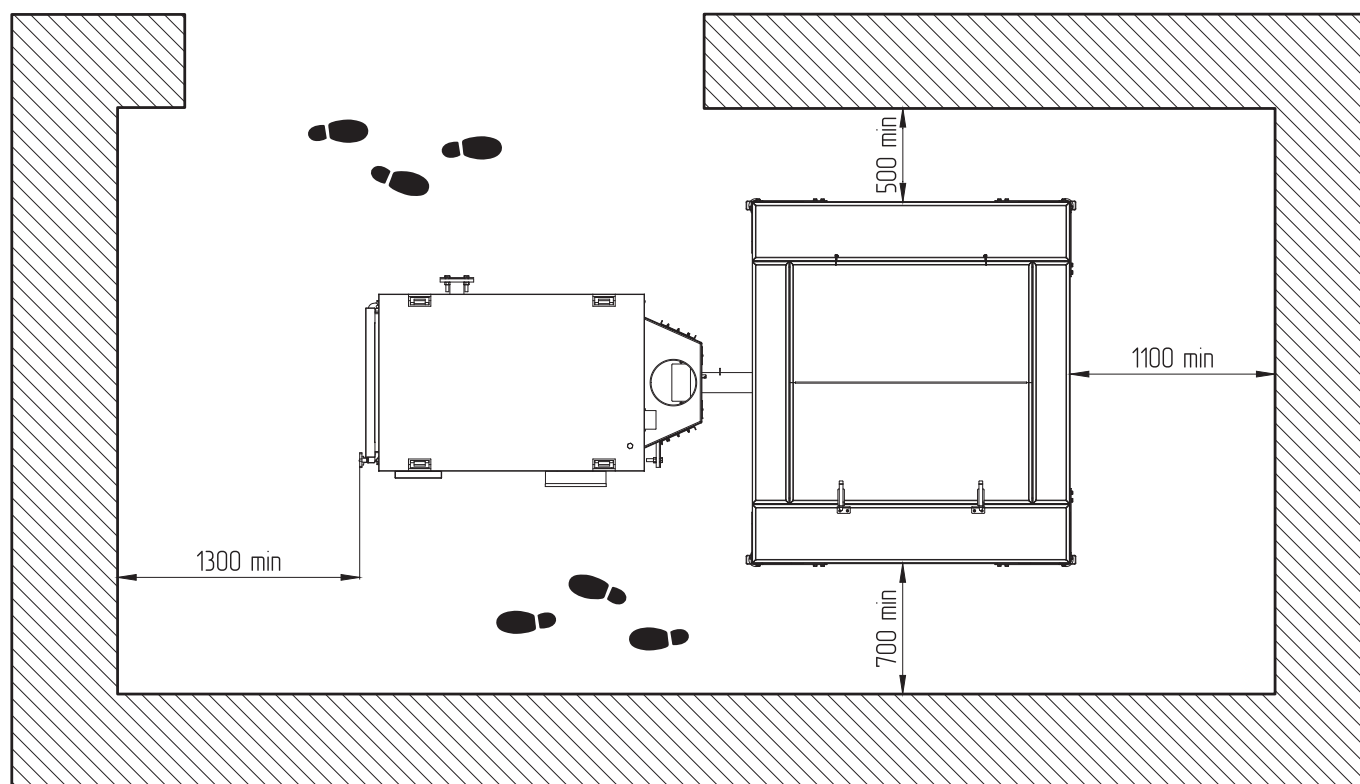
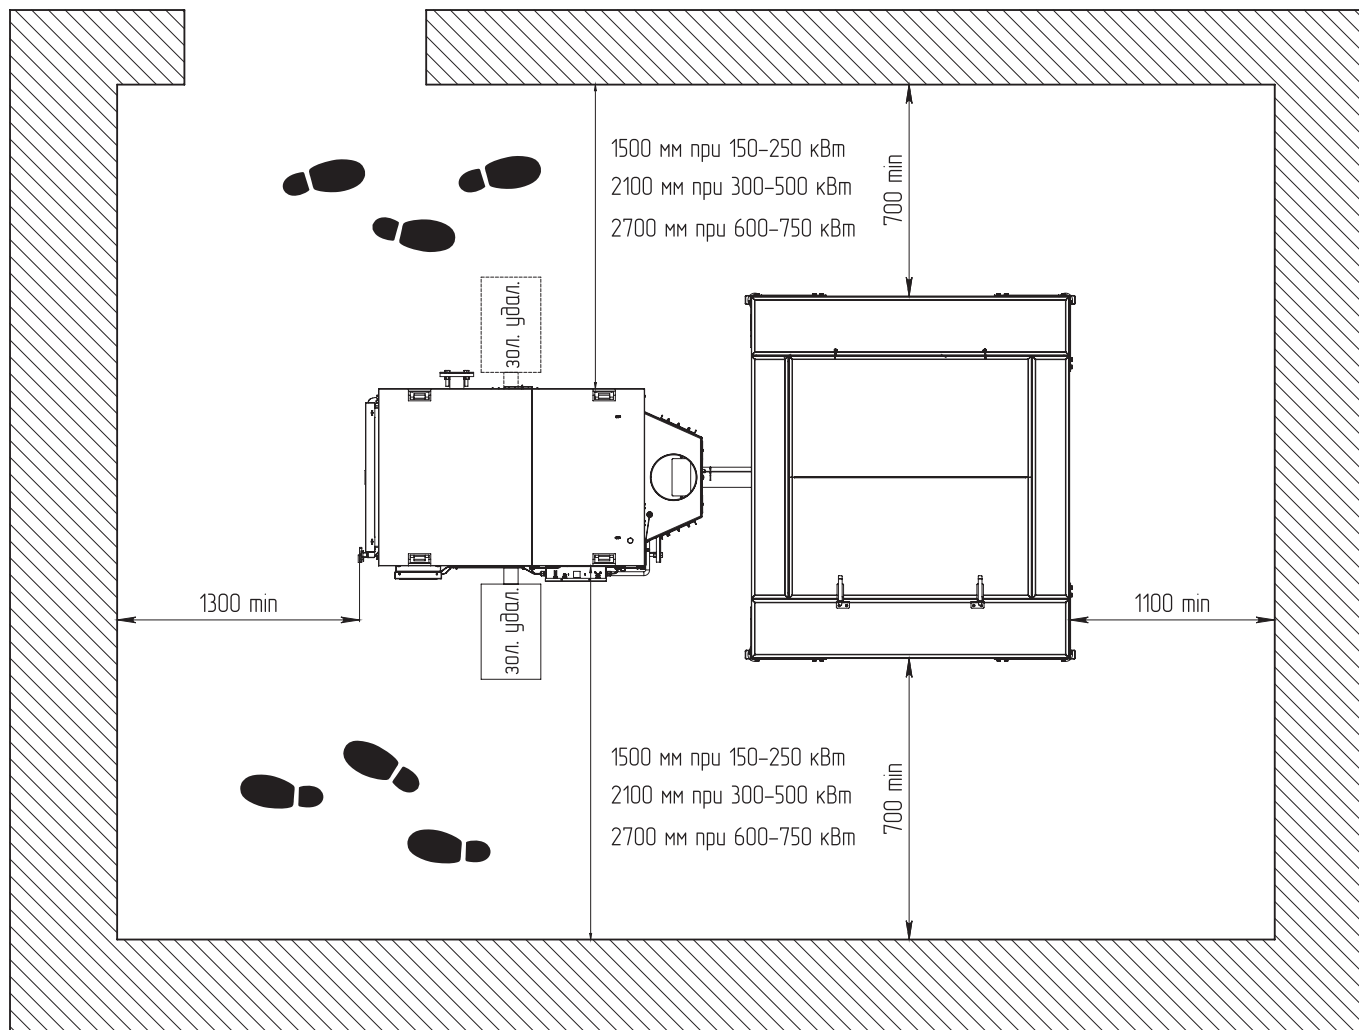

Рис. 6 Расположение котла в помещении котельной (без учета комплекта золоудаления)
Рис. 7 Расположение котла в помещении котельной (с учетом комплекта золоудаления)
- С боковых сторон необходимо оставлять пространство для доступа к задней части котла в соответствии с **Рис. 6** и **Рис. 7**.
Расположение котла в помещении с учетом необходимого для обслуживания пространства показано на **Рис. 6**.
Внимание! Принципиальные схемы (**Рис. 6, Рис. 7**) показаны без учета масштаба и не могут являться основанием для проектирования котельной.
Размеры разделок и отступок для печей заводского изготовления и дымовых каналов принимаются в соответствии с документацией завода-изготовителя (настоящим паспортом и инструкцией по эксплуатации) — не менее 500 мм с задней части бункера и не менее 700 мм с лицевой стороны бункера. При использовании системы золоудаления расстояние необходимо увеличить согласно **Рис. 7**;